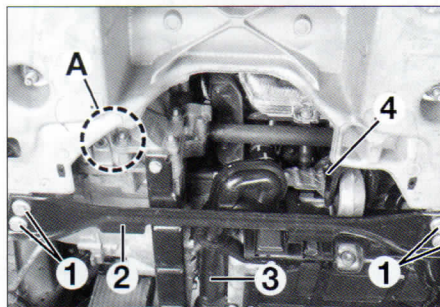
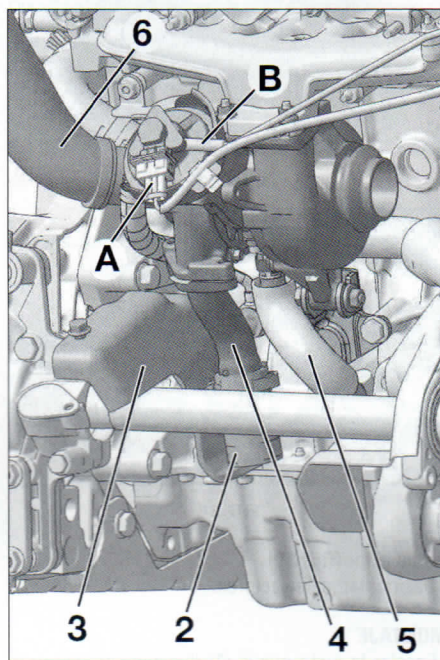

FIG. 36
FIG. 37
- los tornillos (6) y (7).
- las tuercas (9) y (11).
- Aflojar el tornillo (8) de fijación inferior de la válvula EGR.
- Separar el conjunto válvula EGR eléctrica (14) y el intercambiador térmico (12).
- los tornillos (13).
- el tornillo (15).
- los tornillos (1) (**fig. 36**).
- el travesaño de refuerzo (2).
- el dosificador distribuidor de aire de salida de turbo (3).
- la bieleta de reacción (4).
- Inclinar el motor hacia la parte delantera y colocar un taco de madera de 75 mm de espesor en la zona (A).
- Sacar el conector (A) y el tubo de depresión (B) (**fig. 37**).
- el tubo de aire de salida del turbo (2).
- el soporte inferior del tubo del precatizador (3).
- el manguito de salida de aire del turbocompresor (4).
- el tubo de sobrante de aceite del turbocompresor (5).
- Separar el racor de aire de entrada al turbocompresor (6).